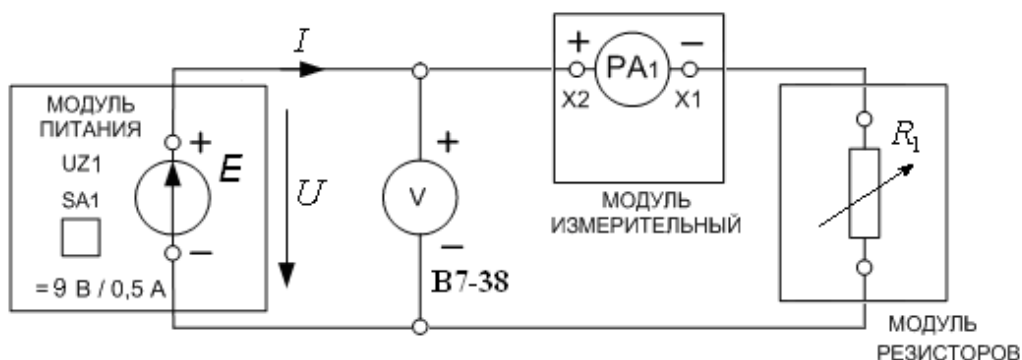

Рис. 4П
- Собрать электрическую цепь по схеме, приведенной на рис. 4П протокола измерений.
Схема исследуемой электрической цепи представлена на рис. 4П.